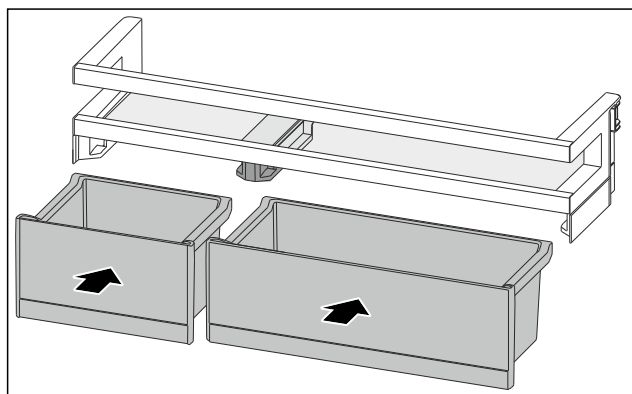

Fig. 89
- VarioBoxy vložte v opačném pořadí. (viz Fig. 89)